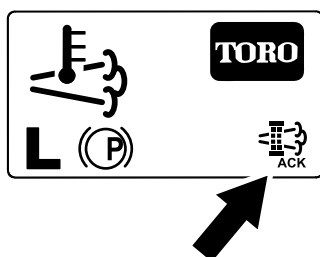

Figura 67
8. O InfoCenter apresenta o Ecrã inicial e o ícone de confirmação da regeneração (Figura 67) surge no canto inferior direito do ecrã enquanto a regeneração é processada.